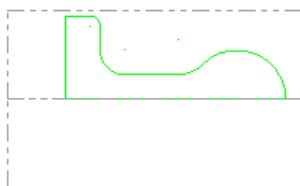

图 8.2 预览工件形状和位置
Step3. 设置工件的尺寸。在“机床组件管理-材料”对话框中的 外径 文本框中输入值 360.0，在 长度 文本框中输入值 600.0，在 轴向位置 区域中的 Z 文本框中输入值 480.0，其他参数采用系统默认设置值。单击 预览车床边界 按钮查看工件，如图 8.2 所示。按 Enter 键，然后在“机床组件管理-材料”对话框中单击 ✓ 按钮，系统返回至“机器群组属性”对话框。